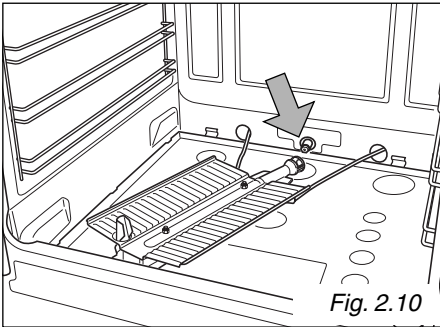

Fig. 2.10
- Enlevez le brûleur tel qu'indiqué à la figure 2.10 et déposez-le à l'intérieur du four. Faites attention de ne pas endommager le fil qui mène à l'électrode d'allumage et à la sonde de la soupape de sécurité.
- En vous servant d'une clef polygonale de 7 mm, dévissez l'injecteur (indiqué par la flèche dans la figure 2.10) et remplacez-le par l'injecteur approprié, selon le type de gaz. Remplacez ensuite le brûleur en répétant les étapes ci-dessus dans l'ordre inverse.